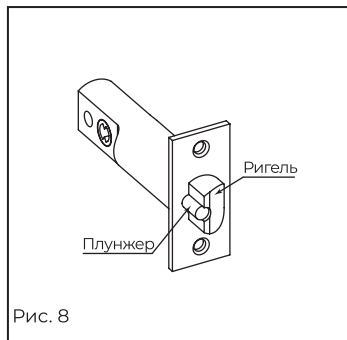

Рис. 8
1. расположите ответную планку на двери на уровне ригеля защелки, ригель защелки должен входить в отверстие ответной планки, в то время как плунжер не должен входить в отверстие, а должен упираться в планку при закрытии двери (рис. 8).